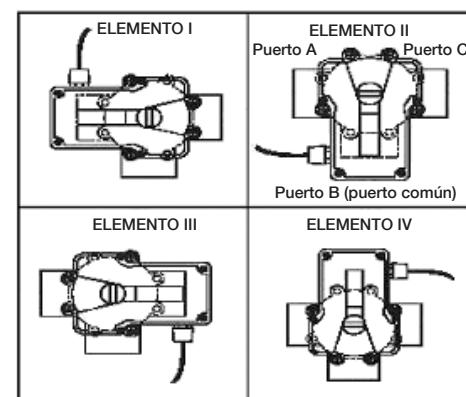

Figura 3. Posiciones de montaje
5. Gire el accionador hasta que se apoye alineado con los cuatro orificios, de modo que coincida con una de las posiciones de montaje que se muestran en la Figura 3. Consulte la tabla a continuación para conocer descripciones de las opciones de montaje.
**Montaje del accionador estándar:** El cuerpo principal del accionador está sobre el puerto B como se muestra en el Elemento II de la Figura 3.
El accionador también se puede montar sobre una válvula en cuatro posiciones diferentes, como lo muestra la Figura 3. Según la plomería de la válvula y la posición de montaje del accionador, es posible que se deban restablecer las levas dentro del accionador. (Consulte la siguiente sección).